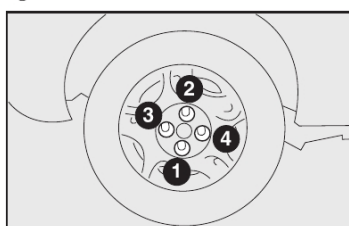

fig. 14
12) Apertar bem os parafusos, passando alternadamente de um parafuso ao outro diagonalmente oposto, de acordo com a ordem ilustrada na **fig. 14**.